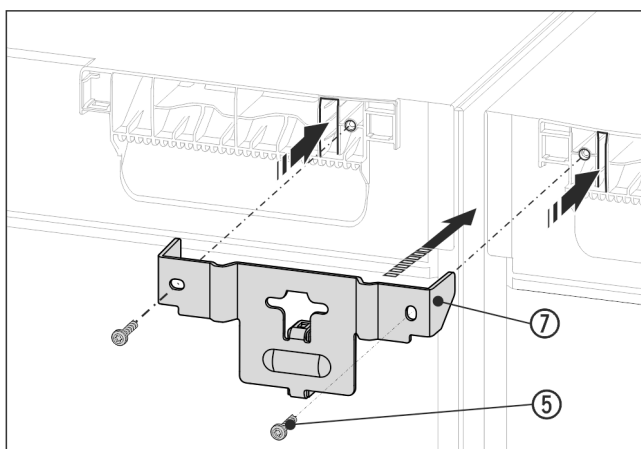

Fig. 15 Beispielhafte Darstellung
- ▶ Winkel Fig. 15 (7) mit dem Distanzstück zwischen die Geräte und mit den Laschen in die Gerätedecke schieben. Mit 2 Schrauben Fig. 15 (5) festschrauben.